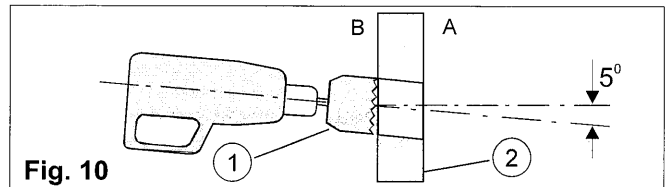

Fig. 10
PENETRATION DU MUR POUR LES TUYAUX (Voir figure 10)
1. Marquez l'emplacement du trou sur le mur d'après les instructions concernant le tuyau, comme indiqué sur la figure 10 et percez à un angle de 5° comme indiqué.